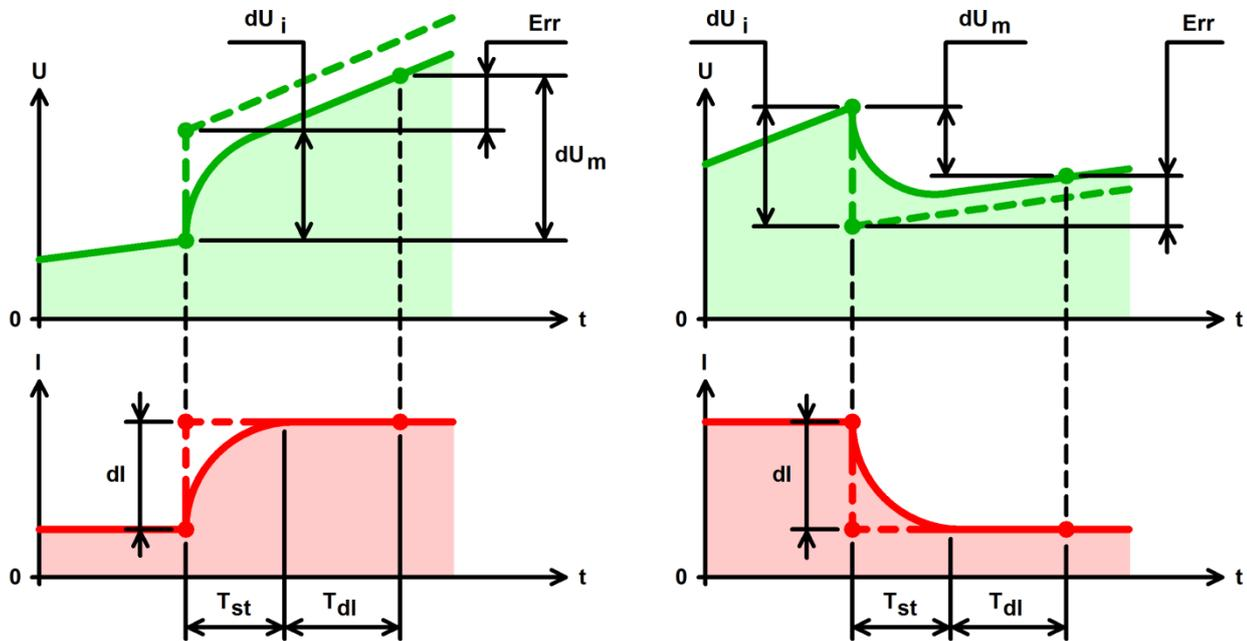

Рисунок 41 - Причины возникновения ошибок при измерении ESR
При измерении ESR в режимах импульсов напряжения, тока, мощности или сопротивления нужно принять во внимание, что изменение тока через ХИТ при смене импульсов не происходит мгновенно, а занимает, в среднем, время T_{st} , от 5 до 30 мс, в зависимости от конкретных условий тестирования и заданных значений параметров (см. рисунок 41). Кроме того, присутствует определенная задержка T_{dl} в измерении и обработке прибором результатов измерений. Все это приводит к запаздыванию получения второго значения напряжения на клеммах ХИТ при определении скачка напряжения dU на суммарное время ($T_{st} + T_{dl}$) от 5 до 50 мс. Как следствие, в полученный результат измерения скачка напряжения dU_m вносятся искажения Err , поскольку напряжение на тестируемом ХИТ изменяется не только за счет скачка напряжения dU ; собственно на ESR, но и за счет того, что тестируемый ХИТ успевает частично зарядиться или разрядиться за время задержки измерений ($T_{st} + T_{dl}$). Тем самым, результаты измерений ESR получаются завышенными или заниженными относительно истинного значения ESR ХИТ. Данный негативный эффект будет проявляться тем сильнее, чем меньше ёмкость тестируемого ХИТ, чем ниже значение его ESR и чем быстрее на нем изменяется напряжение в ходе заряда или разряда (что имеет место, например, при тестировании суперконденсаторов). В этом случае, для получения наиболее точных значений ESR рекомендуется использовать способ измерения ESR методом периодического прерывания тока (см. подраздел 14.2).
- В некоторых случаях результаты измерения ESR могут быть искажены под влиянием переходных процессов и задержек измерений (см. подраздел 14.3 и рисунок 41).
Способ имеет аналогичные особенности и ограничения, что и способ измерения ESR ХИТ в режимах импульсов напряжения, тока, мощности или сопротивления (см. подраздел 14.3 и рисунок 41).